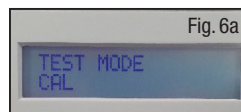

Fig. 6a
- Anslut nätsladden till nätaggregatet och vägguttaget. Slå på nätaggregatet och tryck samtidigt på knappen med NEDÅT-pilen. När nätaggregatet har startat släpper du knappen med NEDÅT-pilen. Detta gör att du kan gå in i testmenyn. På nätaggregatet visas "TESTLÄGE KALIBRERING" (Fig. 6a).